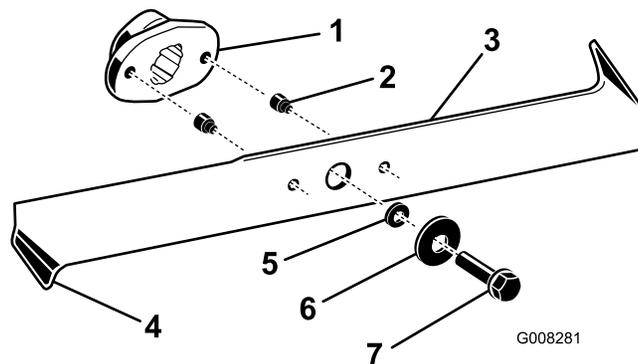

Figure 41
2. Examinez le tranchant des lames (Figure 41). Si elles ne sont pas tranchantes ou présentent des indentations, déposez et affûtez les lames ; voir Aiguisage des lames.
3. Inspectez les lames, surtout les bords recourbés (Figure 41). Si vous remarquez que les lames sont usées ou endommagées à ces endroits, remplacez-les immédiatement.
- Si les goupilles de cisaillement sont cassées, remplacez-les immédiatement (Figure 41).
- Enlevez les boulons, les rondelles et les lames (Figure 41). Pour enlever le boulon, bloquez éventuellement la lame en introduisant une cale en bois entre la lame et le carter de tondeuse.
- Montez les lames, les rondelles et les boulons de fixation (Figure 41).